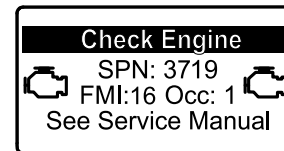

Bild 43
- Wenn eine geparkte Regenerierung erforderlich ist, wird im InfoCenter die Motorwarnung SPN 3719, FMI 16 (Bild 43) angezeigt, und der Computer verringert die Motorleistung auf 85 %.